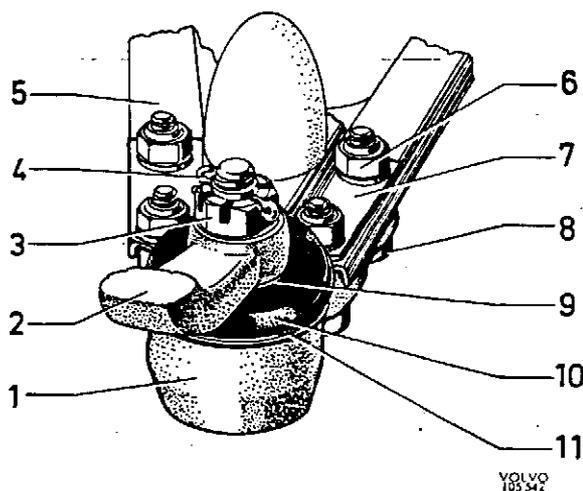

Abb. 29 Befestigung des unteren Kugelgelenkes
3. Die Muttern (6, Abb. 29) lösen und die vier Befestigungsschrauben (8) entfernen. Kronenmutter (3) entsplinten und abschrauben.
1. Kontrollieren, daß die Gummistaubkappe unbeschädigt und mit Fett gefüllt ist; ggf. mit Mehrweckfett füllen. Ferner überprüfen, daß Kugelpfanne und Sicherungsringe richtig angebracht sind, vgl. Abb. 29.
2. Kugelzapfen in die Öse des unteren Lenkhebels eindrücken und die Kronenmutter (3) aufschrauben. Anziehmoment: 4,8–5,5 mkp. Kronenmutter versplinten (4).
3. Kugelgelenk mit den Schrauben (8) und den Muttern (6) am unteren Querlenker befestigen.